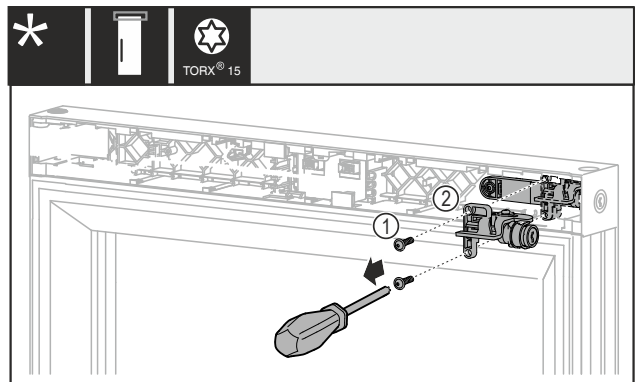

Fig. 20
- Schroeven Fig. 20 (1) verwijderen.
- Mechanisch slot Fig. 20 (2) wegnemen.